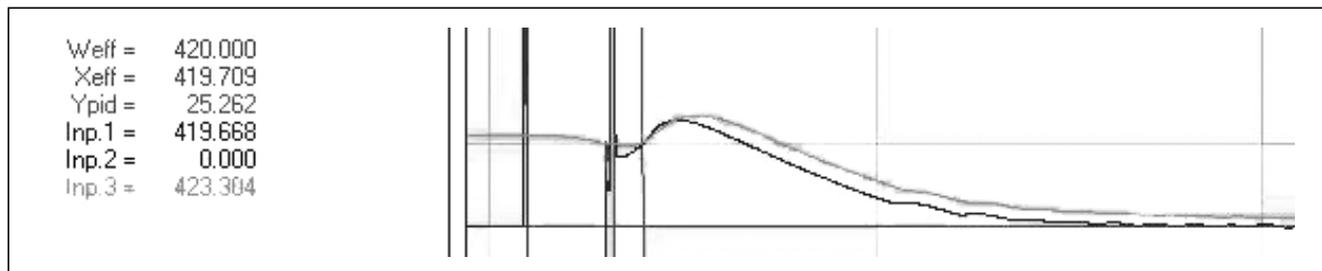

Bild 6: Temperaturaufzeichnung Heizung und Düse. W_{eff} = Temperatur Heizung, X_{eff} = Temperatur Düsenkörper, Y_{pid} = % Heizleistung
- Fig.6 Isolierung
Bei der Niedrigenergie Düse wird auf das Klemmrohr eine Spezialisolations-schicht (Fig.6) aufgezogen und auf diese ein Schutzrohr (Fig.5) aus Chromstahl angebracht. Mittels einer Dichtscheibe (Fig. 10), bei der Mundstückspitze, werden die Rohre fixiert und mit der Düse dicht verschweißt.
Zur Überprüfung der Funktionalität der Erfindung wurden verschiedene Messungen vorgenommen. Es wurden die Heizleistung sowie die Temperatur der Heizung und der Düse gemessen. Vergleicht man die Messwerte in Bild 6 miteinander, wird deutlich, wie effektiv die Erfindung ist. Die Temperatur in der Heizung (W_{eff}) beträgt 420 °C und die Temperatur direkt in der Düse (X_{eff}) 419,668 °C. Diese